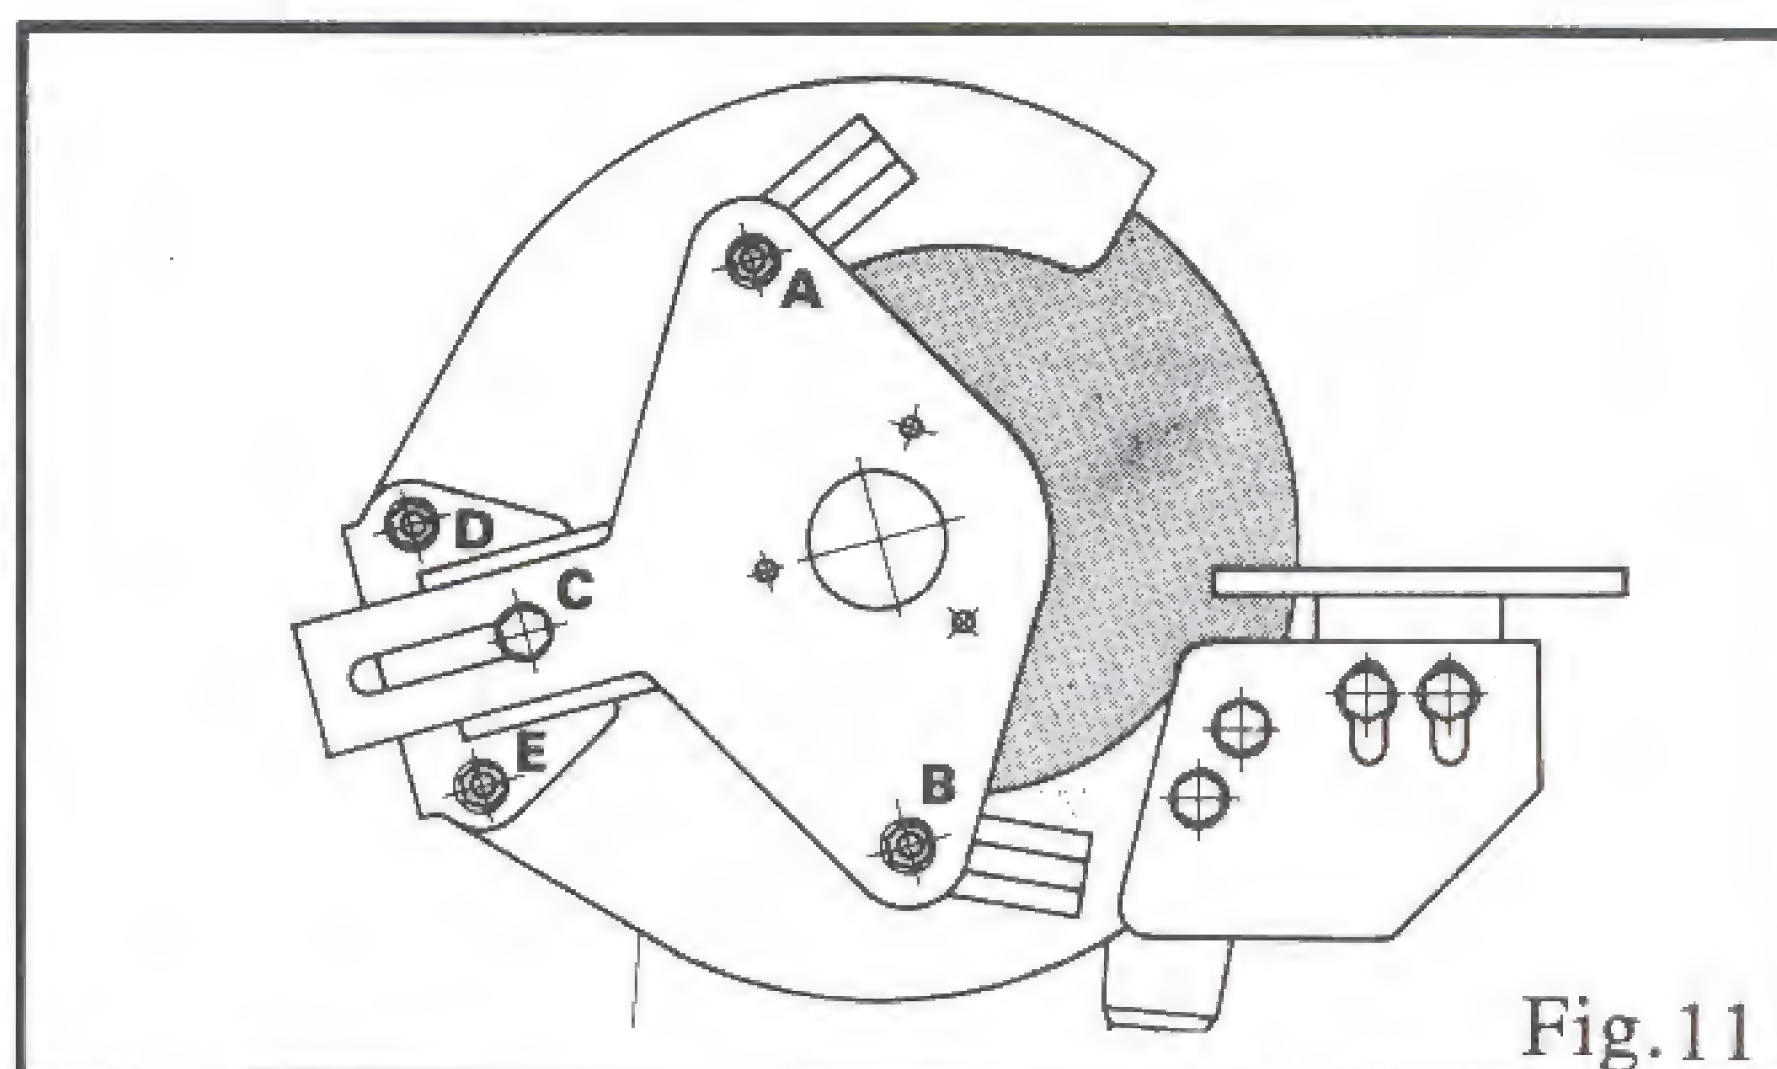
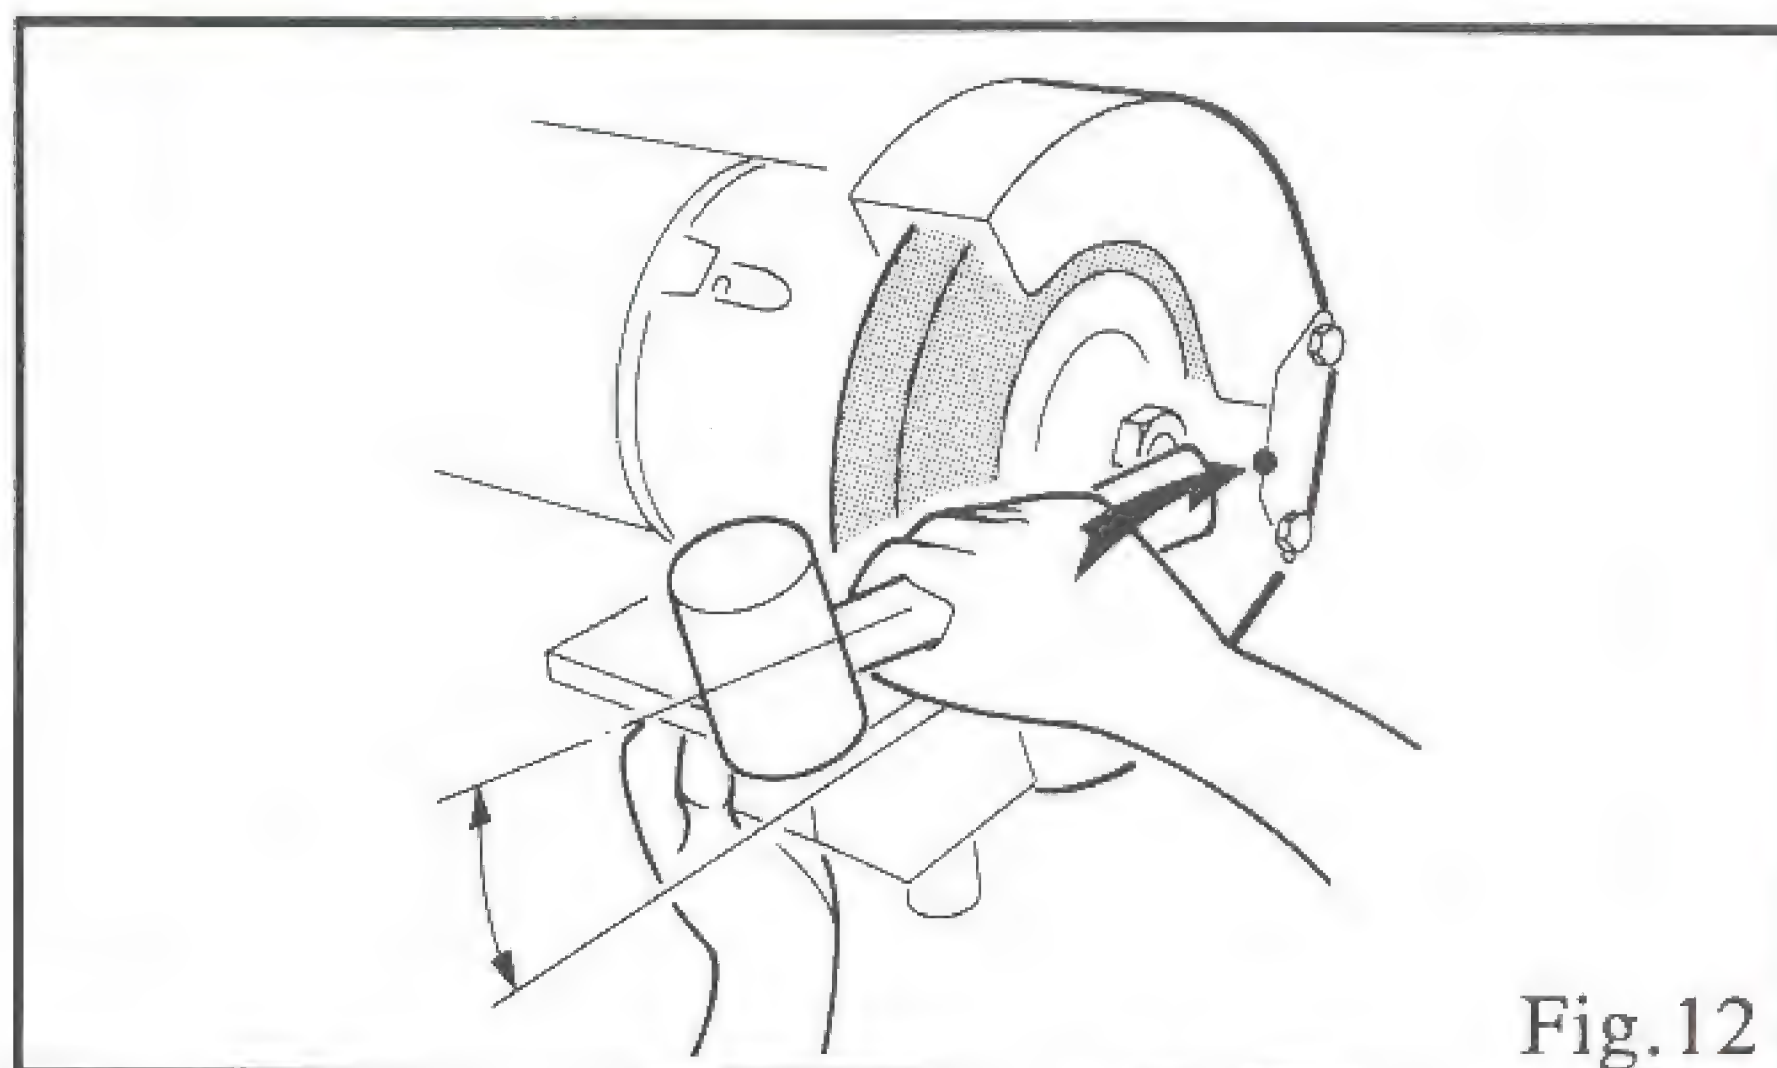

Fig.11
Fig.12
2. Enlever la plaque (#26) puis desserrer légèrement les boulons A/B/C/D/E indiqués sur la Fig. 11. Utiliser le manche d'un maillet pour taper sur la pièce de connexion Fig. 12. Tenir le porte-outil de l'autre main pour éviter d'endommager la meule.